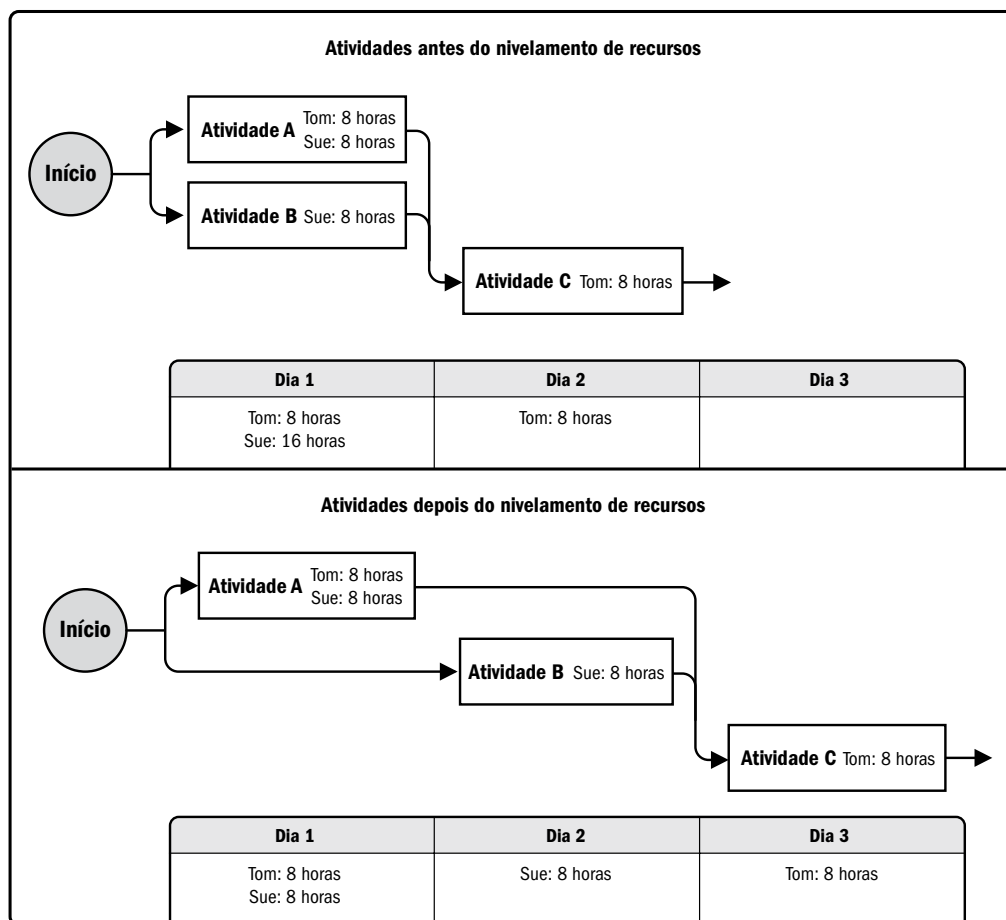

Figura 6-20. Nivelamento de recursos
- **Nivelamento de recursos.** Uma técnica em que as datas de início e término são ajustadas com base nas restrições de recursos, com o objetivo de equilibrar a demanda de recursos com o suprimento disponível. O nivelamento de recursos pode ser usado quando os recursos compartilhados ou de necessidade crítica só estão disponíveis em certas épocas, ou em quantidades limitadas, ou foram distribuídos demais, tal como quando um recurso foi designado para duas ou mais atividades durante o mesmo período de tempo como mostrado na Figura 6-20, ou para manter o uso do recurso em um nível constante. O nivelamento de recursos pode muitas vezes causar mudança do caminho crítico original, geralmente para aumentar.